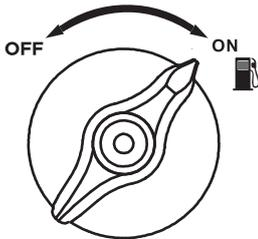

Figure 7: Tourner le commutateur de régulation de carburant à la position MARCHE (ON)
5. Tournez le commutateur de régulation de carburant à la position MARCHE (ON) (voir la figure 7).
4. Vérifiez que le commutateur de régulation du carburant soit en position MARCHE (ON) (voir figure 7).